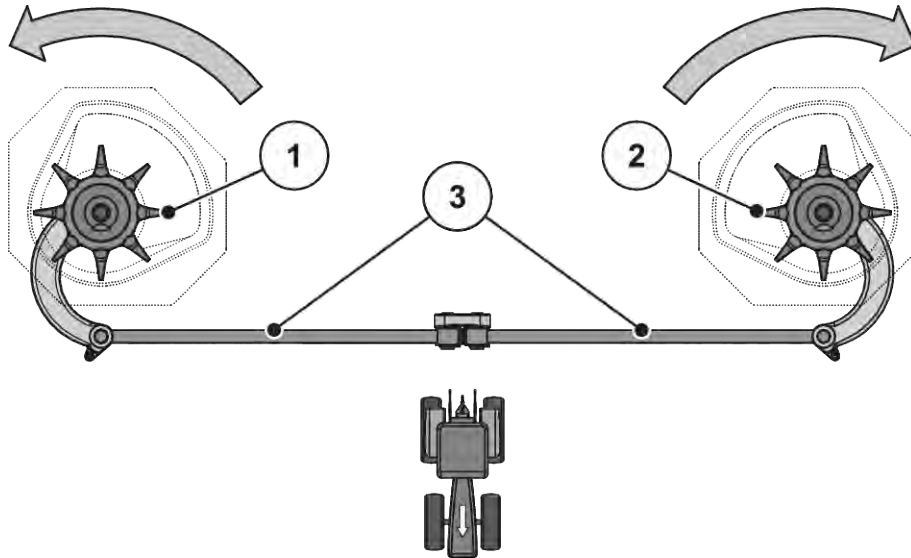

Fig. 53: Verificarea acționării agitatorului
- Rotiți cu mâna capul de amestecare **în sensul de rotație al discului aruncător**. A se vedea Fig. 53 Verificarea acționării agitatorului.
- Rotiți energic capul de amestecare cu mâna sau cu ajutorul unei benzi de filtru de ulei **în sensul contrar sensului de rotație al discului aruncător**. A se vedea Fig. 53 Verificarea acționării agitatorului